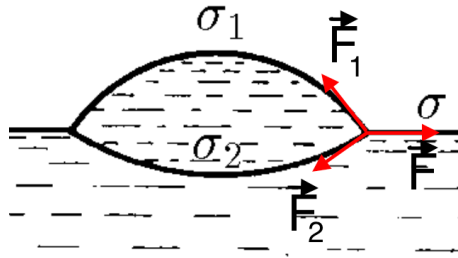

Рис. 5. Силы поверхностного натяжения.
- Из второго определения следует, что на границе трех сред существует три силы поверхностного натяжения. Если мы рассмотрим капельку масла на толще воды, то возникнут три силы, которые характеризуются коэффициентами поверхностного натяжения (рис.5) масло-вода (σ_2), масло-воздух (σ_1), вода-воздух (σ).